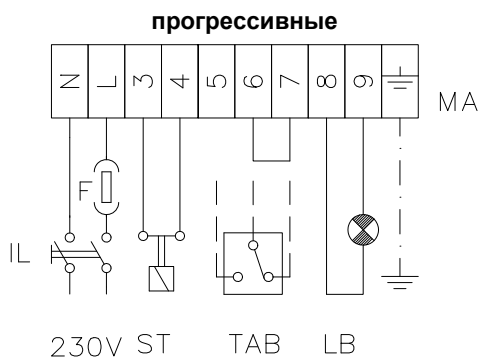
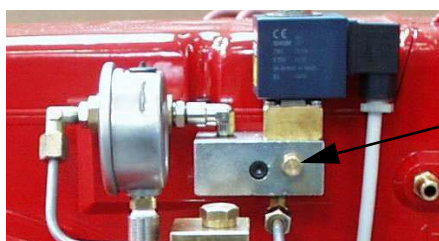

Рис. 10
Рис. 14 - Распределительный блок дизтоплива (PG60)
9 Давление питания форсунки уже отрегулировано заранее на заводе-изготовителе и не должно изменяться. Только в случае необходимости, отрегулировать давление питания (см. соответствующий параграф) следующим образом: установить манометр в положение, указанное на Рис. 14, воздействовать на регулировочный винт **VR** насоса (см. Рис. 13) до получения на форсунке давления в 20 бар (форсунки Vergonzo - см. график на Рис. 10);
- 16 Сместить **кулачок III** (малое пламя) в сторону минимальной мощности, с тем, чтобы сервопривод начал закрываться, до тех пор, пока два подшипничка не совместятся с регулировочным винтом, относящимся к самой низкой точке: закручивать винт **V** для увеличения расхода, откручивать - для уменьшения, с целью получения значения давления, как на графике на Рис. 10, на основании требуемого расхода.